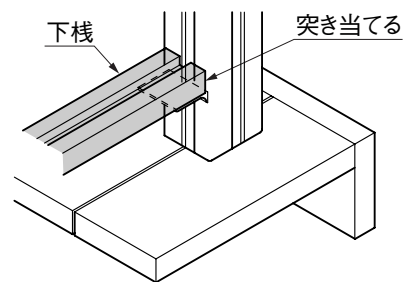

図6-3
- ③ 下棧を柱に突き当てるようにして組付けてください。(図6-3参照)